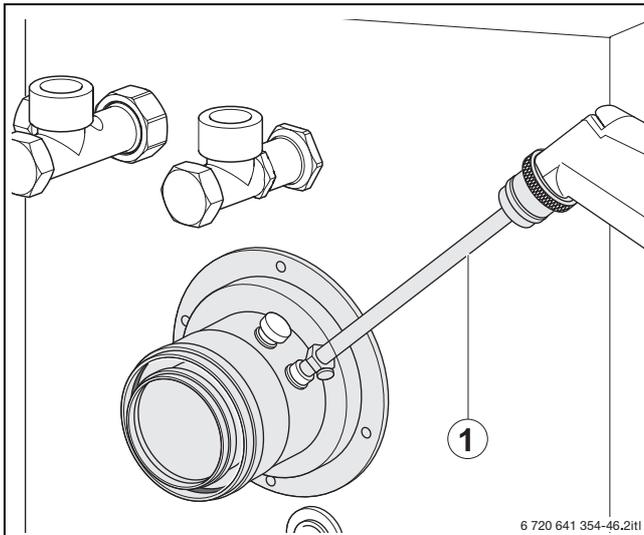

Fig. 47 Rilevamento dei valori di misurazione
- ▶ Posizionare la sonda di misurazione nel flusso centrale attraverso l'apertura di misurazione (→ fig. 47, pag. 40) del tubo di scarico dei gas combusti e controllare il tenore di CO2.
- Posizionare la sonda di misurazione nel flusso centrale attraverso l'apertura di misurazione (→ fig. 47, pag. 40) del tubo di scarico dei gas combusti e controllare il tenore di CO2.